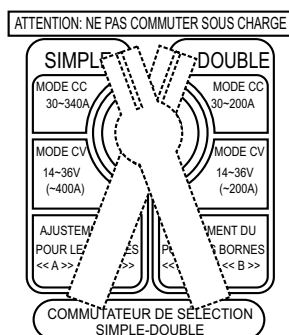

**Figure 38. Sélecteur simple-double**
- Placer le sélecteur de mode de soudage (Figure 38) dans la position **simple** ou dans la position **double**.